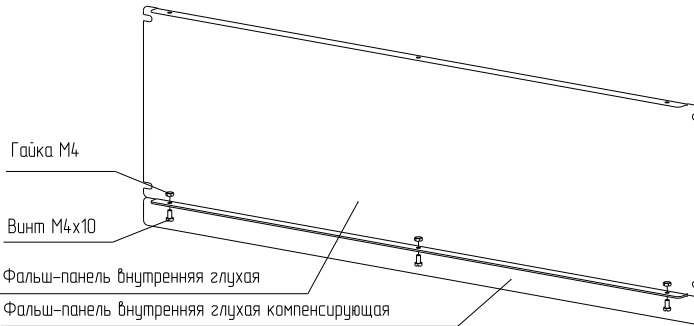

Рисунок 22
4.11.2 Закрепите фальш-панель внутреннюю глухую компенсирующую к фальш-панели внутренней глухой винтами М4х 10 и гайками М4 в соответствующие отверстия (рисунок 22). Момент затяжки 1,5 Н·м. Винты и гайки в комплект не входят.